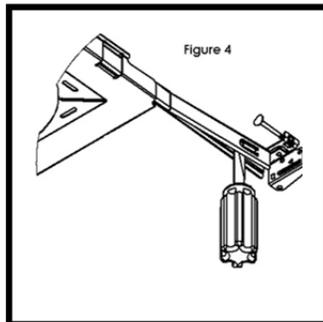

Figure 4
*Remarque :* Pour un espacement serré, les barres peuvent être raccourcies en freinant les segments de barre (Figures 4 et 5).